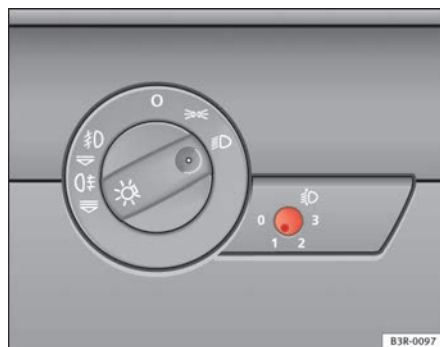

Fig. 87 Regolazione profondità fari
- Premere il tasto  ⇒ **fig. 87** per sbloccarlo.